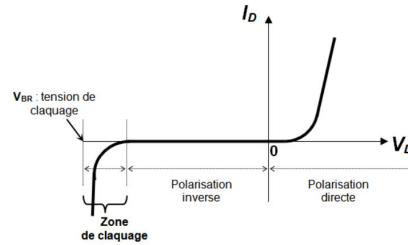

Figure 72 – Caractéristique d'une diode à jonction
- ✗ La caractéristique classique d'une diode à jonction est représentée figure 72